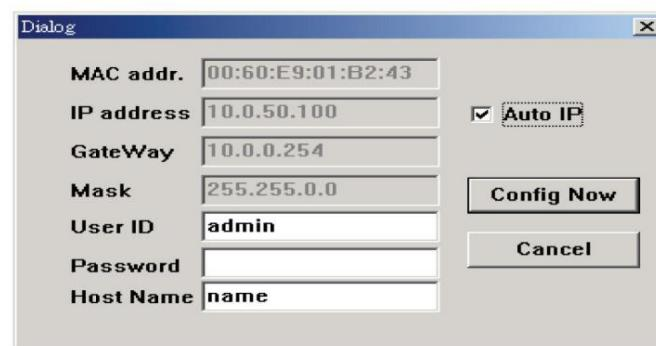

Figura 4-3. Janela de diálogo de IP automático do SerialManager.
4. Marque "DHCP (Obter um IP automaticamente)" (Figura 4-3).